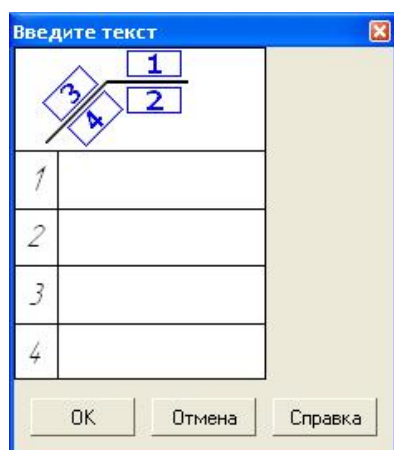

Рис. 3.18. Выпадающее меню для ввода текста на линии выноске
**Линия выноски.** При включении кнопки **Линия выноски** появляется изображение **Панели свойств**, показанной на рис. 3.17. При указании графическим курсором в окне **Текст**, появляется выпадающее меню (рис. 3.18) и **Панель свойств** для выбора варианта расположения текста.